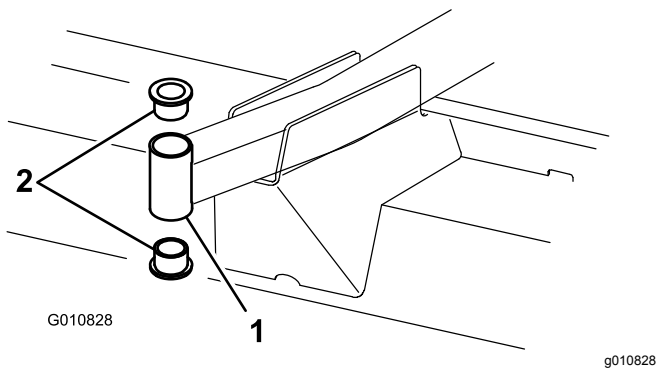

Figura 21
4. Inserte un botador fino en la parte superior o inferior del tubo de montaje y dé golpes hasta retirar el casquillo del tubo (Figura 21). Retire también el otro casquillo del tubo.